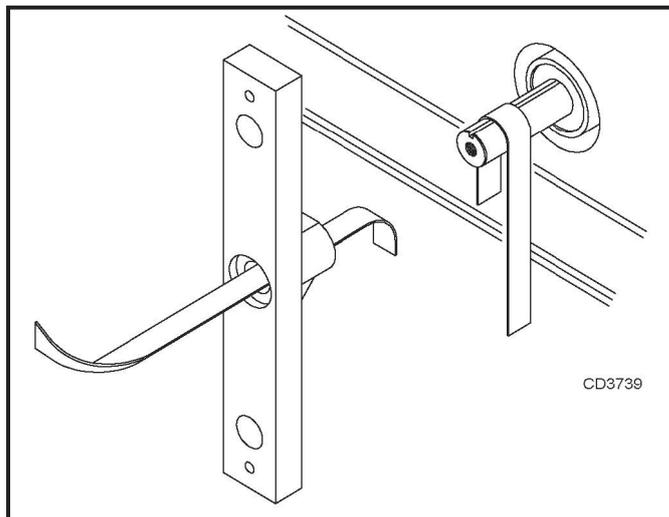

Figura 24. Exemplo de Barra Transversal e Eixo da Caixa de Transmissão
1. Usando lixa (220 ou mais fina), remova a oxidação da superfície e o material estranho do cubo, do eixo vertical da caixa de transmissão e do conjunto de barra transversal. Veja a Figura 24.